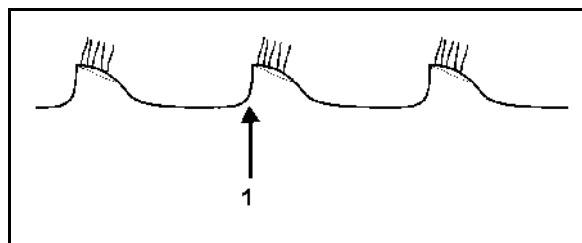

Рис. 44
- **Рис. 44:** Обрезная кромка 2-го ряда дисков не видна и идет за 1-м рядом дисков: сдвиньте 1-й ряд дисков влево.